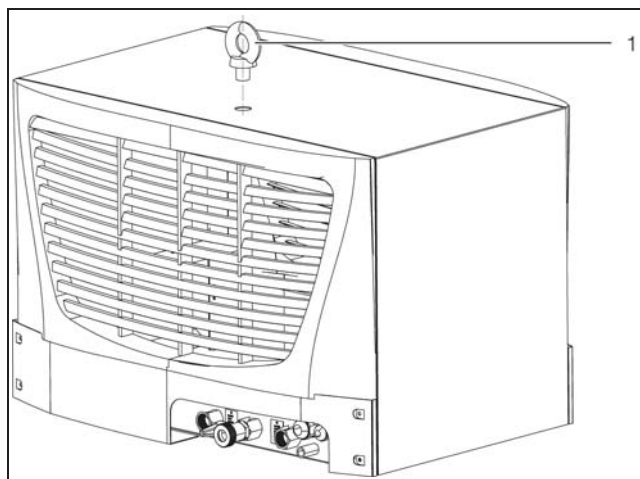

Fig. 17: Golfare a vite per il trasporto (applicato, ad esempio, nel modello 3318.600)
- Trasportare il chiller esclusivamente sul pallet fornito a corredo oppure mediante golfari di trasporto previsti a tale scopo (fig. 17, pos. 1).